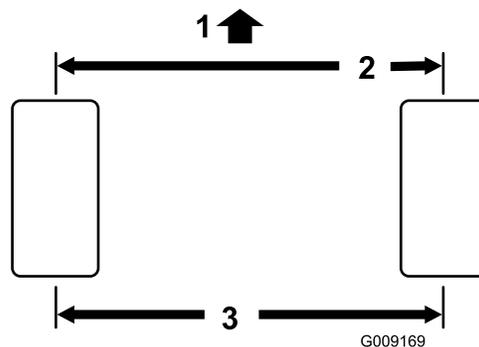

Рисунок 48
5. Измерьте расстояние между передними шинами на высоте моста, с передней и задней стороны шин (Рисунок 48).